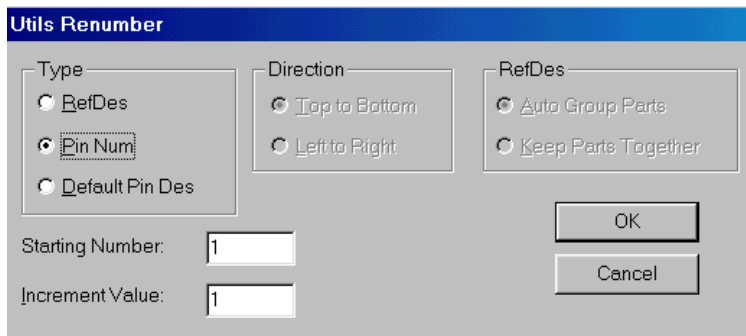

Рис. 5-6. Нумерация выводов
3) На панели **Utils Renumber** (см. рис. 5-6) в рамке *Type* (тип) установите флажок *Pin Num* (нумерация выводов) и нажмите кнопку ОК для выхода. Система выдаст предупреждение, что данная операция не может быть отменена. Это нормально.